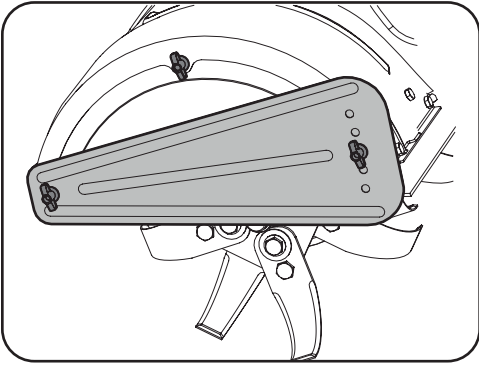

Figure 4-5
- 1. Retirez les trois écrous papillon du protecteur latéral. Voir Figure 4-5.